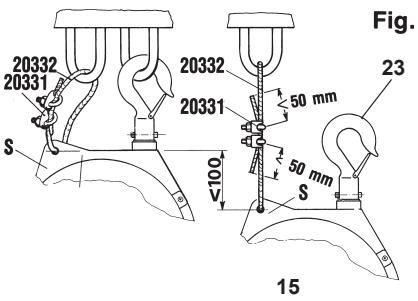

Fig. 1
Устройство (S) для страховочного подвеса балансира всегда следует закреплять к кронштейну/консоли правильно выбранных размеров, используя только стандартные крепежные приспособления (Рис. 1), которые входят в комплект поставки изделия.
Страховочный подвес НЕ ДОЛЖЕН БЫТЬ закреплен на один и тот же кронштейн/консоль, что и основной подвес балансира (23) (Рис. 1). На случай поломки основного подвеса необходимо оставить дополнительный запас хода троса не более 100 мм. Извлечь ненатянутые части троса не менее чем на 50 мм и затянуть гайки зажимов 20331 (рис. 1) постепенно и одновременно с крутящим моментом 4 нм.
Правила эксплуатации балансира предписывают проведение периодического контроля (например, раз в рабочую смену) состояния верхних устройств для подвески (Z3) и (S) (Рис. 1), крепежных винтов, самоблокирующихся устройств (если таковые используются), а также состояние крюков и троса.